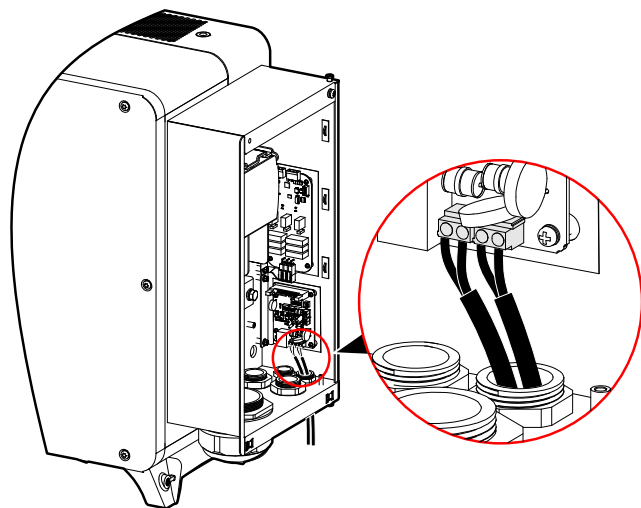

Figura 3-45 Collegamento RS485
- Fase 1 Collegare il cavo di comunicazione RS485 alla porta RS485 della scheda di comunicazione, come mostrato in Figura 3-45. Collegare l'altra estremità del cavo di comunicazione RS485 alla piattaforma di monitoraggio.